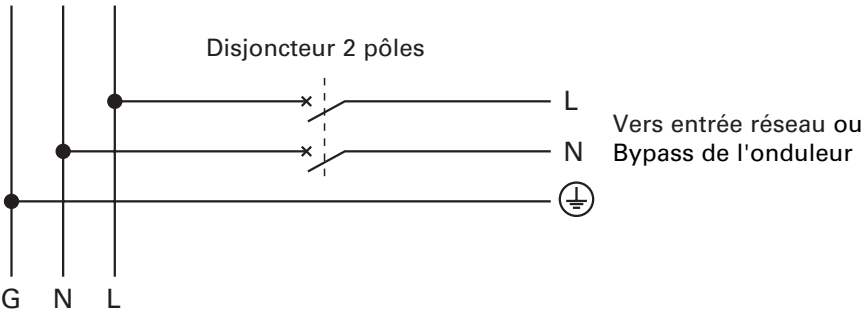

Figure 8. Protection amont.
- 1. Protection amont préconisée (voir figure 8)